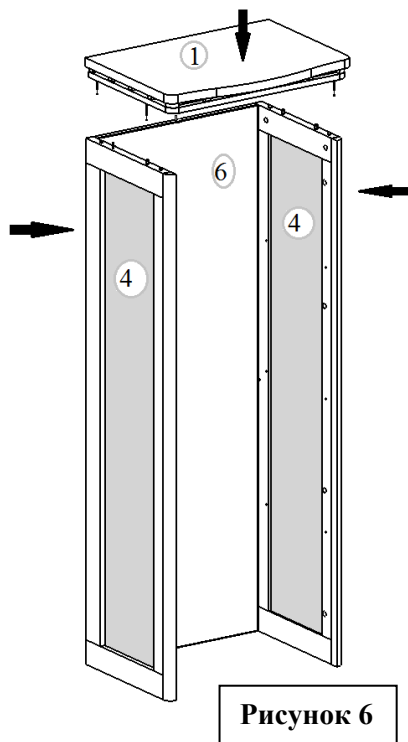

Рисунок 6
- Используя эксцентрик 25мм стянуть деталь (поз.6) с деталями (поз.4) на собранный каркас закрепить деталь (поз.1) . **См. рис. 6.**